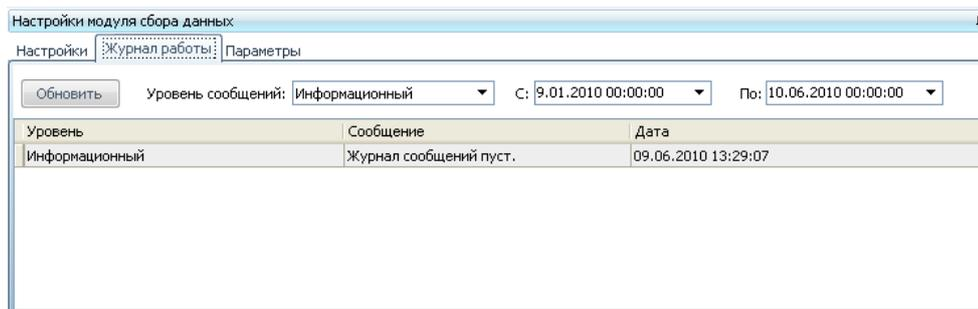

Рисунок 20.3 – Вкладка «Журнал работы»
2) Вкладка «*Журнал работы*» (Рисунок 20.3) предназначена для просмотра сообщений, формируемых МСД. «*Уровень*» (информация о работе модуля), записываемый в данный журнал работы, задается на вкладке «*Настройки*». На вкладке «*Журнал работы*» устанавливается фильтр «*Уровень сообщений*» для отображения записей.